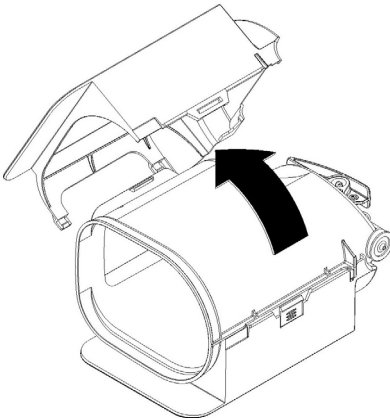

figura 10
**2** Quite la parte izquierda del recuperador y, a continuación, la derecha (ver figura 10).